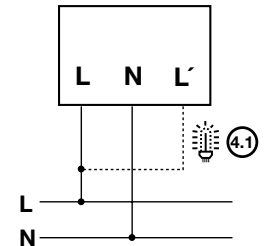

ABB. 5
- Variante Deckenmontage mit Zubehör SLA Hohe Haube (Abb. 5) inklusive Piktogramme, Erkennungsweite 25 m (FLP)
- Bei Verwendung von der hohen Haube, Leuchtmittelfassung LLP von Position 1 auf Position 2 versetzen (Clip) (Abb. 5)